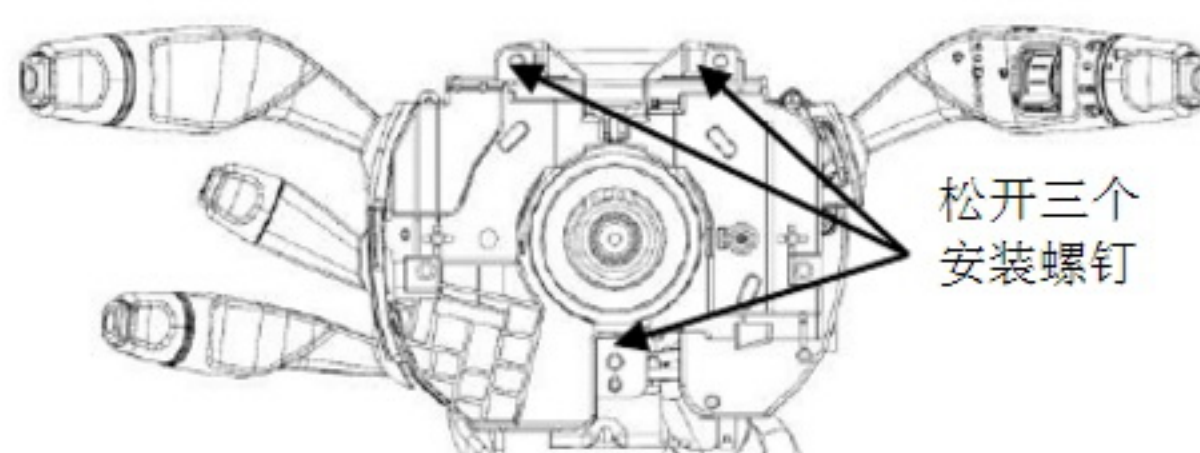

图5-7
①拔下连接在组合开关上的接插件。
②用十字起松开组合开关的三个安装螺钉，如图 5-7 所示，取下组合开关。